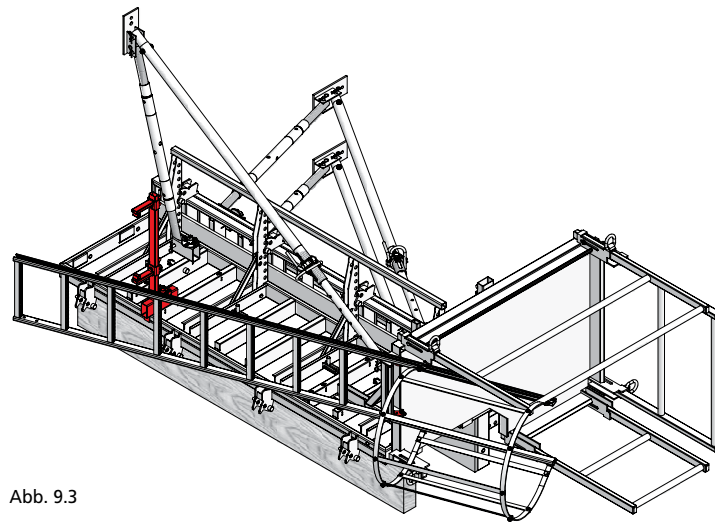
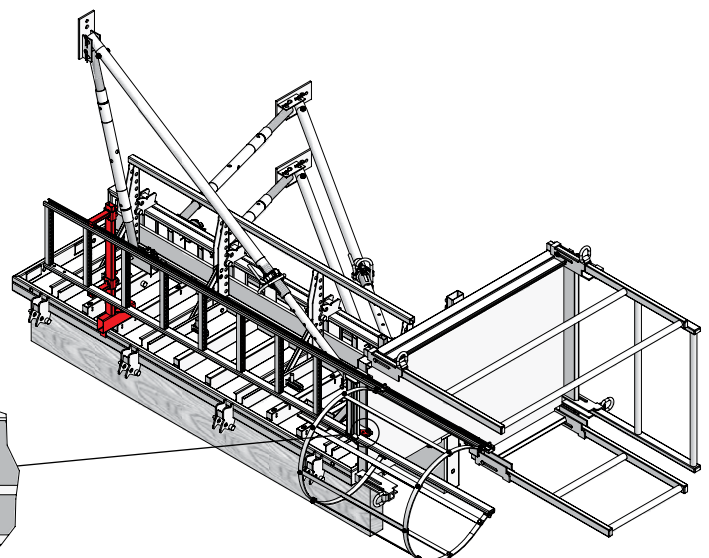

Abb. 9.3
Abb. 9.5
5. Den Klemmwinkel wieder fest am Leiterhalter verschrauben (Abb. 9.3 und Abb. 9.5).